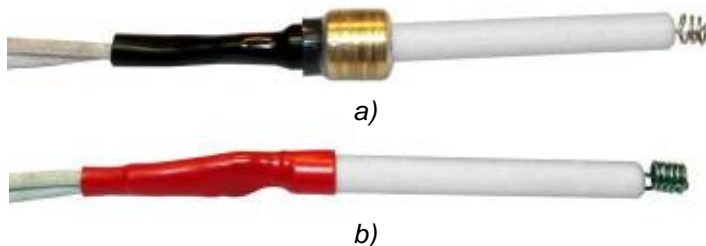

Fig. 16. Filamentele de ignitie.
Aparatul se livreaza cu 2 tipuri de filamente (vezi fig. 16).
- Un filament pentru ignitie electrica (marcat cu un manson negru, vezi fig. 16, a).
- Un filament pentru ignitie cu gaz (marcat cu un manson rosu, vezi fig. 16, b).